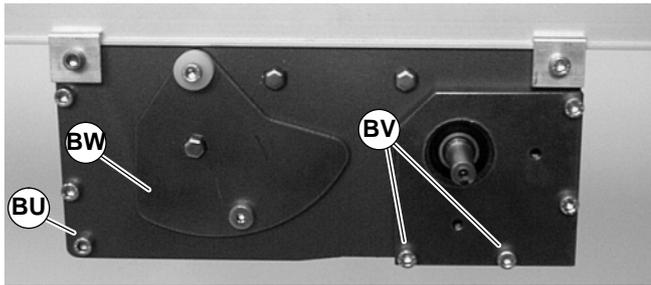
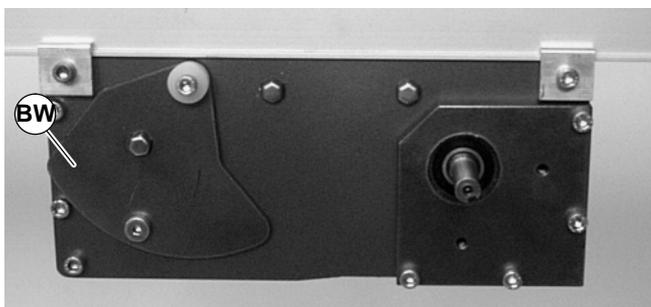

Abbildung 32
Abbildung 33
12. Die Eckschraube (BU siehe Abbildung 32) an jeder Seite des Antriebsmoduls mit 9 Nm festziehen.
13. Die Spannbodenschrauben (BV siehe Abbildung 32) auf jeder Seite des Moduls wieder installieren. Die Schrauben mit 9 Nm festziehen.
**HINWEIS:** Bei einem neuen Gurt befindet sich die Spannplatte in der in Abbildung 32 angegebenen Position (BW). Wenn die Spannplatte bis zu der in Abbildung 33 (BW) muß der Fördergurt ersetzt werden.